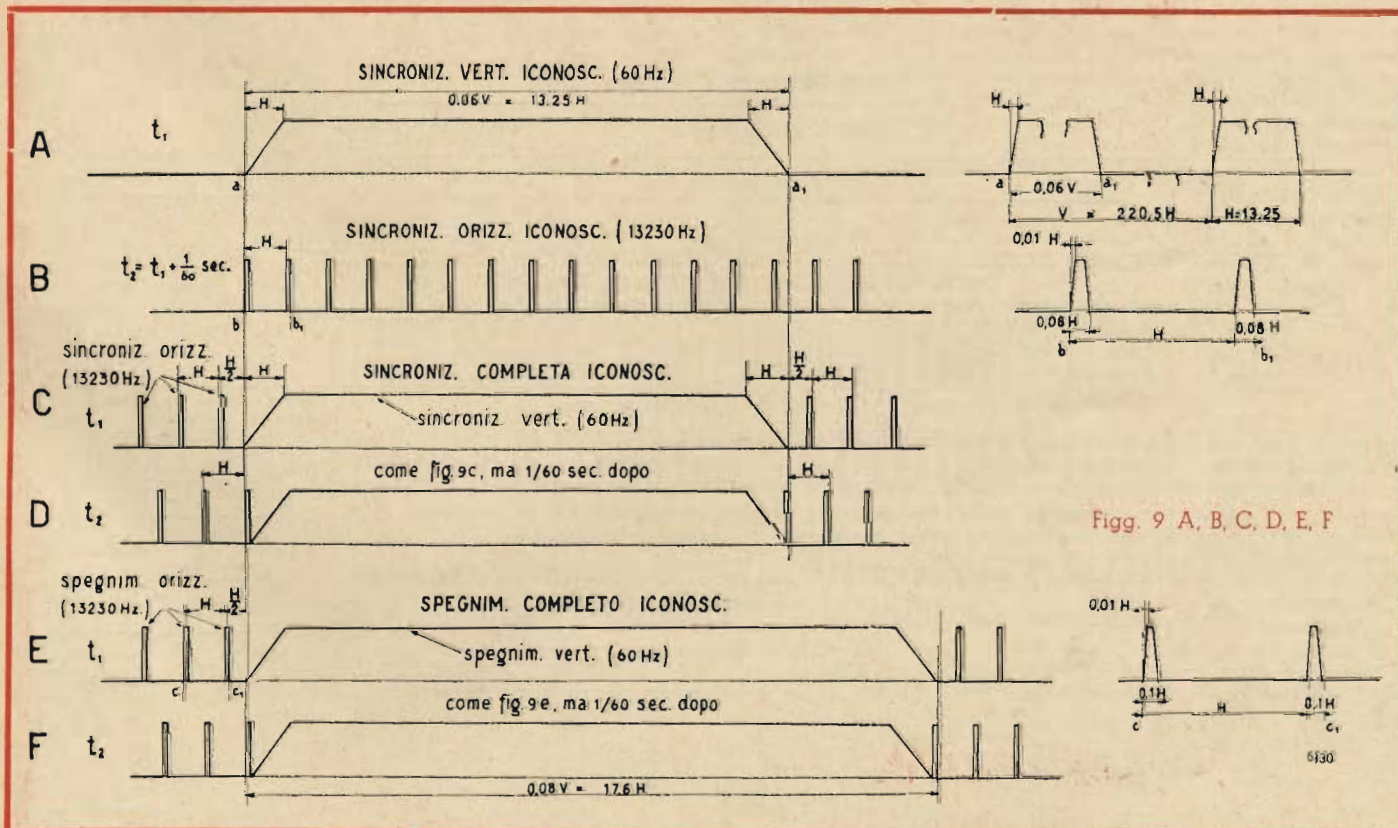

Fig. 9 A, B, C, D, E, F
Consideriamo dettagliatamente i 5 segnali suddetti (v. fig. 9); in tutte le figure, H = periodo orizzontale e V = periodo verticale.
1) **Segnale di deflessione verticale per l'iconoscopio:** è composto di impulsi a 60 Hz (frequenza di rete). La sua funzione è quella di fornire a corretti intervalli di tempo l'impulso elettrico per la scarica del tubo del circuito di deflessione verticale per l'iconoscopio. Questo segnale ha una funzione analoga per il pilotaggio verticale del cinescopio spia (quando esiste) nell'apparecchiatura di studio per il controllo della trasmissione; ma non serve per il cinescopio ricevente vero e proprio (fig. 9-A). Il periodo verticale $V = 220,5 H$ dovendo esservene due ogni esplorazione completa delle 441 linee, dato che queste sono alternate. La durata di un guizzo verticale è di $0,06 V = 13,25 H$. La fig. 9-A è relativa all'istante t_1 .
2) **Segnale di deflessione orizzontale per l'iconoscopio:** è composto di impulsi a frequenza $30 \times 441 = 13230$ Hz. La sua funzione è quella di fornire nel giusto istante l'impulso per la scarica del tubo del circuito di deflessione orizzontale per l'iconoscopio e per il cinescopio spia (v. fig. 9-B).
Il periodo orizzontale è H ; la durata del guizzo di sincronizzazione orizzontale è $= 0,08 H$. La fig. 9-B è relativa all'istante $t_2 = t_1 + 1/60$ sec.
In fig. 9-C è rappresentato il segnale completo di sincronizzazione orizzontale e verticale per l'iconoscopio, relativo al tempo t_1 , in cui non si ha coincidenza fra l'inizio di un guizzo orizzontale e l'inizio di un guizzo verticale, quest'ultimo iniziando a metà dell'ultima linea a motivo dell'interlacciamento. In fig. 9-D è rappresentato lo stesso segnale relativo al tempo t_2 , ossia $1/60$ di sec. più tardi, in cui tale coincidenza esiste e i guizzi orizzontali e verticali risultano in fase.
3) **Segnale di spegnimento (o di soppressione) per l'iconoscopio:** è composto di impulsi orizzontali a freq. = 13230 Hz della durata di 0,1 H e di impulsi verticali a freq. = 60 Hz della durata di 0,08 V = 17,6 H, cioè di durata superiore a quelli di sincronizzazione per la deflessione (v. fig. 9-E relativa all'istante t_1). In fig. 9-F è rappresentato lo stesso segnale relativo all'istante t_2 , in cui si ha coincidenza di fase fra gli impulsi di soppressione orizzontali e verticali.
4) **Segnale di spegnimento (o di soppressione) per il cinescopio:** ha la stessa composizione del corrispondente segnale per l'iconoscopio, ma le durate degli impulsi sono maggiori di quelle del caso precedente; ciò allo scopo di ricoprire le irregolarità che avvengono agli estremi delle linee di analisi e del quadro. Precisamente gli impulsi orizzontali hanno durata pari a 0,13 H e quelli verticali hanno durata pari a 20,5 H (la fig. 9-G è relativa all'istante t_1 ; la fig. 9-H è relativa all'istante t_2).
degli impulsi di sincronizzazione orizzontale e di spegnimento orizzontale sian prossimi alla coincidenza. Gli impulsi di sincronizzazione verticale sono aggiunti agli impulsi di spegnimento verticale analogamente, ma per ottenere la suddetta simmetria, vi è un ritardo di 4 H fra l'inizio degli impulsi di sincronizzazione e quelli di soppressione. (La fig. 9-I è relativa all'istante t_1 , la fig. 9-J è relativa all'istante t_2). Come appare chiaramente dalle figure 9-I e 9-J vi è perfetta coincidenza fra i due segnali relativi a t_1 e t_2 per la sincronizzazione del cinescopio. Il segnale « video » è intercalato fra due impulsi successivi di soppressione e combinato con questo segnale, detto anche « piedestallo » in un punto dell'apparecchiatura studio che segue il controllo di amplificazione video; allora la sua ampiezza può essere variata indipendentemente da quella del segnale di spegnimento (« altezza » del piedestallo). Il supersincrono è aggiunto al piedestallo-video successivamente al controllo dell'ampiezza del piedestallo (o di luminosità); allora il piedestallo e il video possono essere variati in ampiezza, manualmente o automaticamente, indipendentemente dall'ampiezza del supersincrono. Il livello del segnale sopra al piedestallo corrisponde a un'immagine completamente nera, cioè il supersincrono è in una regione tutta nera. L'ampiezza del piedestallo è regolata dall'operatore nello studio portando la luminosità dell'immagine ad una buona media. Alla ricezione non è necessario variare frequentemente la luminosità del quadro, poichè la polarizzazione del cinescopio varia automaticamente in conseguenza del regolato piedestallo. Quando l'immagine è completamente nera o bianca, l'altezza del piedestallo si annulla e vien trasmesso solo il supersincrono. La massima luminosità si ha per un'altezza del piedestallo pari all'80% dell'ampiezza totale del segnale video completo. Il supersincrono non varia. Non è mai permesso al segnale di immagine di occupare la ragione del supersincrono, perchè ciò ostacolerebbe la sincronizzazione del sistema di scansione. In fig. 9-K è rappresentato il segnale completo di sincronizzazione e spegnimento per il ricevitore, nonché il segnale video relativamente all'istante t_1 , mentre la fig. 9-L rappresenta lo stesso segnale relativamente all'istante t_2 . La considerazione degli istanti t_1 e $t_2 = t_1 + 1/60$ sec, e le relative figure hanno lo scopo di mostrare l'effetto dell'interlineatura del sistema di scansione sulla reciproca posizione degli impulsi orizzontali e verticali; da esse si deduce che nell'istante t_2 al termine dell'analisi di un quadro si ha coincidenza tra gli impulsi di quadro e di linea, nell'istante t_1 precedente o successivo (cioè 1/60 sec. prima e dopo) la coincidenza non esiste più, e ciò perchè l'impulso verticale interviene a metà della scansione dell'ultima linea. Nelle fig. 9-I e 9-J si osserva inoltre gli effetti degli impulsi equalizzatori a freq. 26460 Hz di rendere simmetriche le regioni precedenti (per una durata di 4 H) e seguenti (per una durata di 12,5 H) un impulso di quadro, tanto all'istante t_1 quanto all'istante t_2 . Il sistema illustrato in fig. 9 è
Dalla fig. 9 si rileva infine che la durata degli impulsi di spegnimento verticale del cinescopio è di 20,5 volte il periodo di linea H , ciò significa che ad ogni esplorazione del quadro si perdono 20,5 linee (infatti in tale periodo il raggio del cinescopio è interdetto), essendovi 60 semi-esplorazioni al sec. si vede che si perdono complessivamente 1230 linee nell'unità di tempo, ciò che contribuisce notevolmente a diminuire la massima frequenza di analisi trasmissibile; analogamente lo spegnimento orizzontale essendo finito, abbassa ancora detta frequenza.